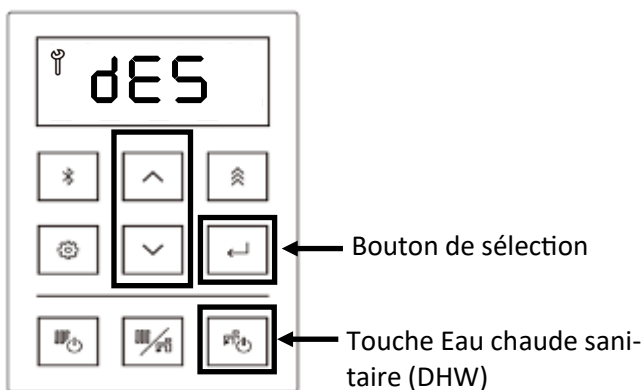

Figure 153
12. Appuyer sur la touche fléchée haut ou bas du contrôleur pour sélectionner dES (détartrage) (figure 153).
13. Appuyer sur la touche de sélection pour sélectionner dES (figure 153).
14. Actionner la pompe et laisser le vinaigre circuler dans la chaudière pendant au moins une (1) heure à un débit de 4 gallons/minute (15 litres par minute).
15. Appuyer sur la touche Eau chaude sanitaire (ECS) pour démarrer le compte à rebours (figure 153).